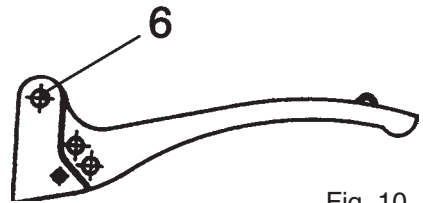

Fig. 10
5. Überprüfen, daß die Schraube 6 nicht dermaßen stark gespannt ist, daß sie die Hebelrückstellung verhindert. Notfalls die Schraubspannung lockern (Abb. 10).